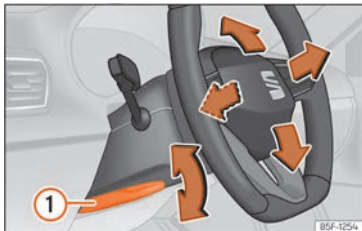

Fig. 9 Levier sur la partie inférieure latérale de la colonne de direction.
- Tirez le levier » fig. 9 ① jusqu'en bas, déplacez le volant sur la position souhaitée, puis remontez le levier en position de verrouillage.
- Après avoir réglé la colonne de direction, poussez fermement le levier » fig. 9 ① vers le haut pour que le volant ne change pas de position accidentellement en cours de route.